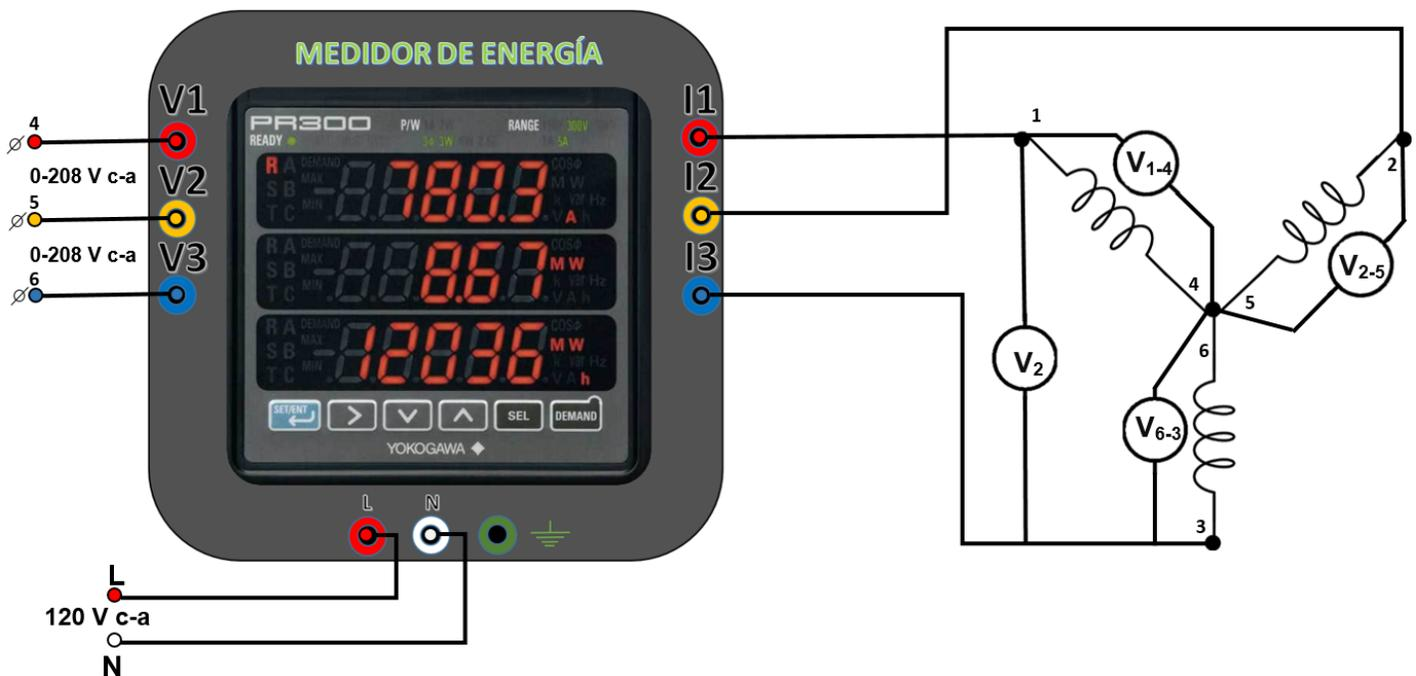

Figura 10.1.
10.1. Arme el circuito mostrado en la figura 10.1 sin energizar la fuente de alimentación.
Configure el analizador de energía para mediciones trifásicas y mida los voltajes de fase y corrientes de línea indicados en la figura 10.1 y regístrelos en la tabla 10.1. Anote las potencias y factor de potencia que se obtienen con el analizador.